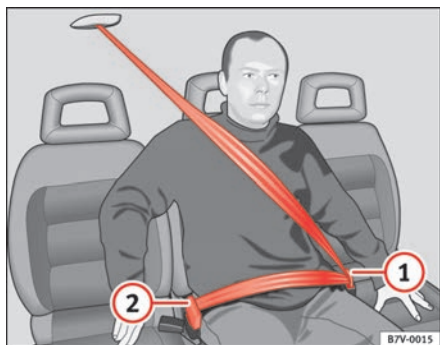

Abb. 17 Gurt mit zwei Gurtschlössern ablegen
- Drücken Sie die rote Taste im Gurtschloss ⇒ Abb. 17 ①. Die Schlosszunge springt heraus.
- Drücken Sie die rote Taste im Gurtschloss ②. Die Schlosszunge springt heraus.